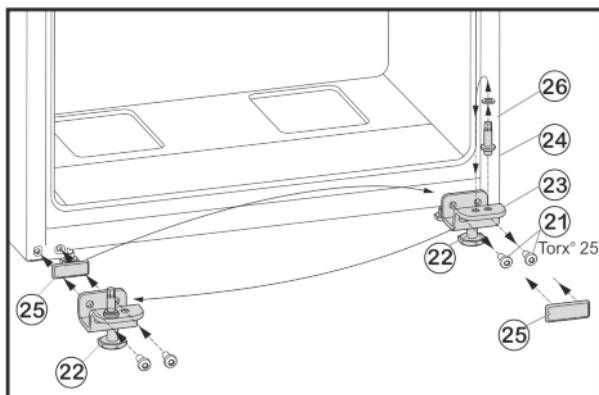

Fig. 6
- Открутите крепежные винты Fig. 6 (21).
- Снимите нижний опорный кронштейн Fig. 6 (23) вместе с опорным пальцем Fig. 6 (24), шайбой Fig. 6 (26) и регулируемой опорой Fig. 6 (22).
- Открутите опорный палец Fig. 6 (24) вместе с шайбой Fig. 6 (26) и, переставив в отверстие на противоположной стороне опорного кронштейна, снова прикрутите.
- Аккуратно снимите защитную пластину Fig. 6 (25) и переставьте ее на противоположную сторону.
- Прикрутите нижний опорный кронштейн Fig. 6 (23) вместе с опорным пальцем Fig. 6 (24), шайбой Fig. 6 (26) и регулируемой опорой Fig. 6 (22) с другой стороны шарнира (с моментом 4 Нм), при необходимости используйте аккумуляторный шуруповерт.
- Установите нижнюю дверцу сверху на опорный палец Fig. 6 (24).
- Выверните регулируемую опору Fig. 6 (22) на нижнем опорном кронштейне Fig. 6 (23) до ее соприкосновения с полом.